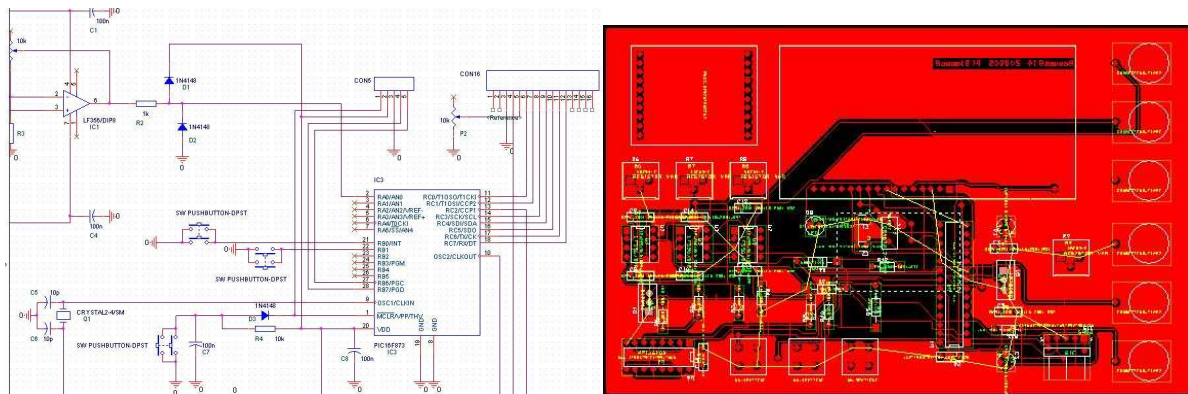

Figure 1 : schéma électrique et carte routée
- Saisie de schéma avec le logiciel Capture pour Orcad visible sur la gauche de la Figure 1.
- Chargement de la netlist et placement des composants sur le circuit imprimé à gauche sur la Figure 1.